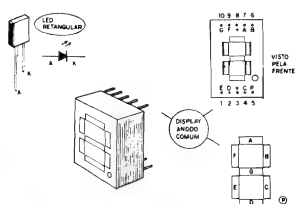

Fig.4
- **FIG. 4 - DETALHANDO OS DISPLAYS**... Os três dígitos dos **displays** do TEDI9 são formados por unidades do tipo **anodo comum**, de configuração padrão (são **displays** a LEDs, de 7 segmentos, mais um ponto decimal...), componentes de 10 pinos, cuja identificação de terminais é claramente mostrada na figura... Como é convencional em Eletrônica Digital, os **segmentos do display** (aqueles "pedacinhos" com os quais são "desenhados" os algarismos, de "0" a "9"...), são codificados com letras, de "A" até "G", havendo, contudo a presença também de um elemento extra, um ponto decimal (identificado, na figura,